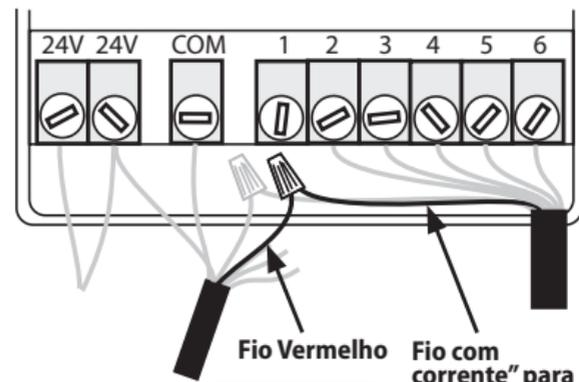

Figura 10
4. Desligue o caabo da zona pretendida identificado e assinalado antes (zona nº 1 na Figura 10). Ligue-o ao fio Vermelho da interface de utilizador SMRT-Y utilizando uma cápsula de ligação (consultar a Figura 10).